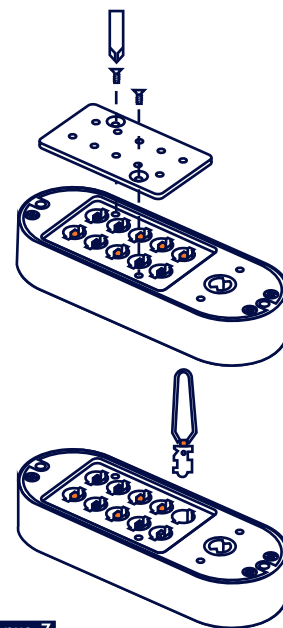

рис. 7
- проверьте, легко ли двигается ригель защелки **рис. 7**.